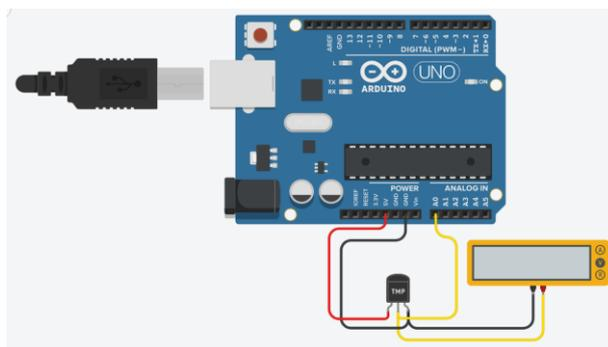

Figura 1. Circuito básico de medición de temperatura.
- 1) Arme el circuito de la figura 1